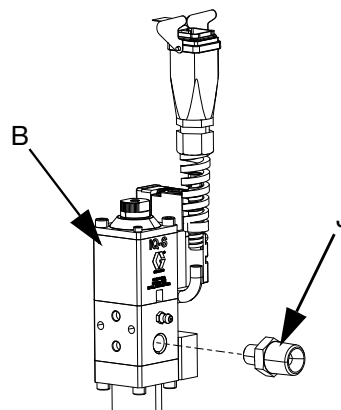

图 26
8. 将旋转阀接头 (J) 连接到分注阀 (B)，如图 26 所示。